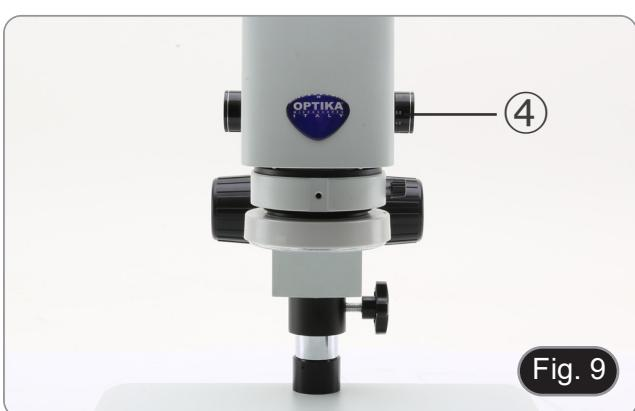

Fig. 9
1. Ruotare l'anello di regolazione dello zoom ④ fino al minimo ingrandimento. (Fig. 9)
3. Ruotare l'anello di regolazione dello zoom ④ fino al massimo ingrandimento.
1. Ruotare l'anello di regolazione dello zoom ④ per cambiare l'ingrandimento al livello desiderato. (Fig. 9)